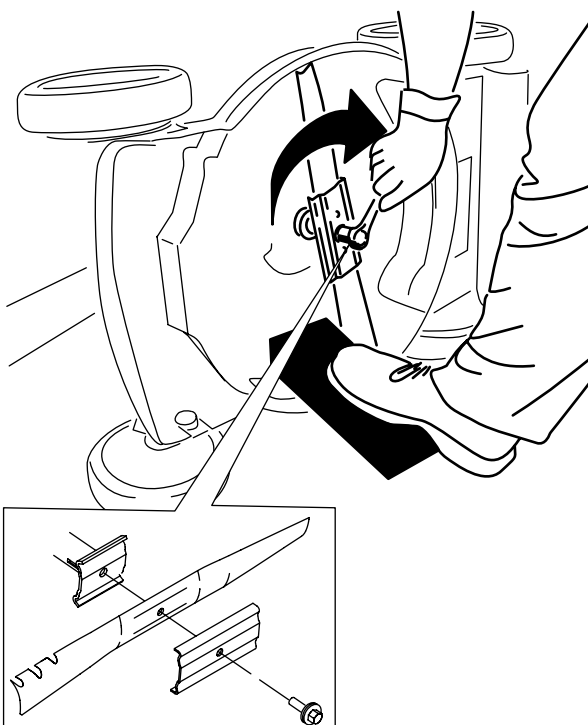

Figura 30
5. Instale la cuchilla nueva y todos los herrajes de montaje (Figura 30).